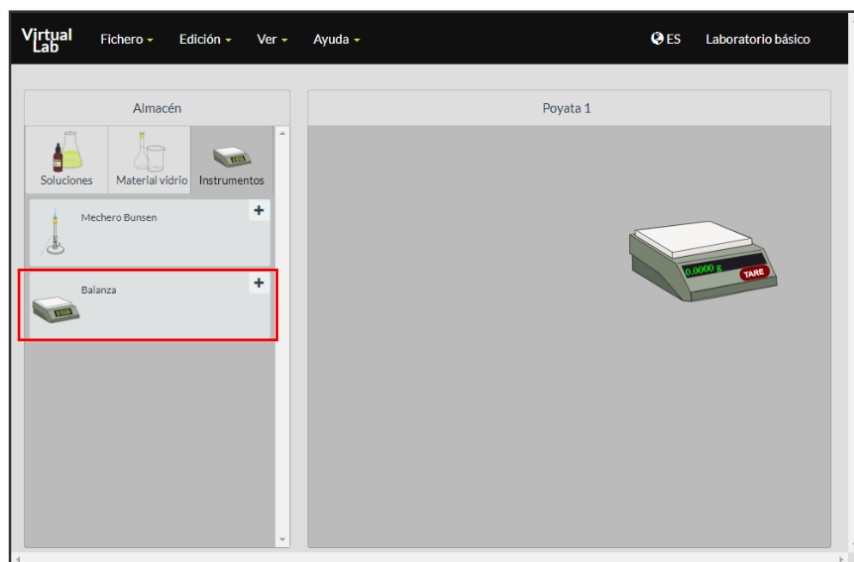

Figura 2. Simulador *Making stock solutions from solids*.
2. Ingresa a **Instrumentos** para colocar la balanza en el espacio de trabajo (figura 2).